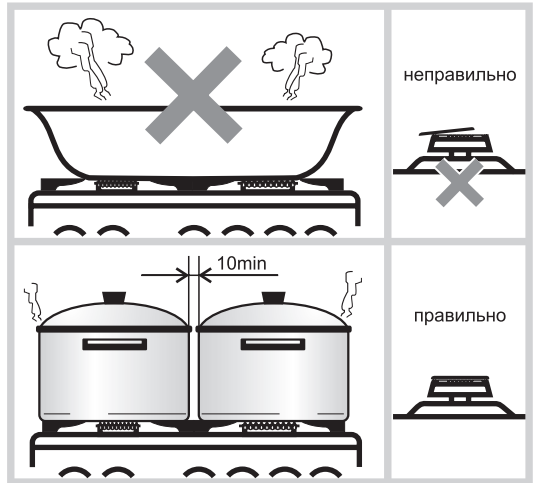

Рис.19
- Размеры посуды (см. таблицу 5 и рис.19) и режим работы горелок нужно выбирать таким образом, чтобы пламя не выходило за края и не «лизало» боковые стенки.